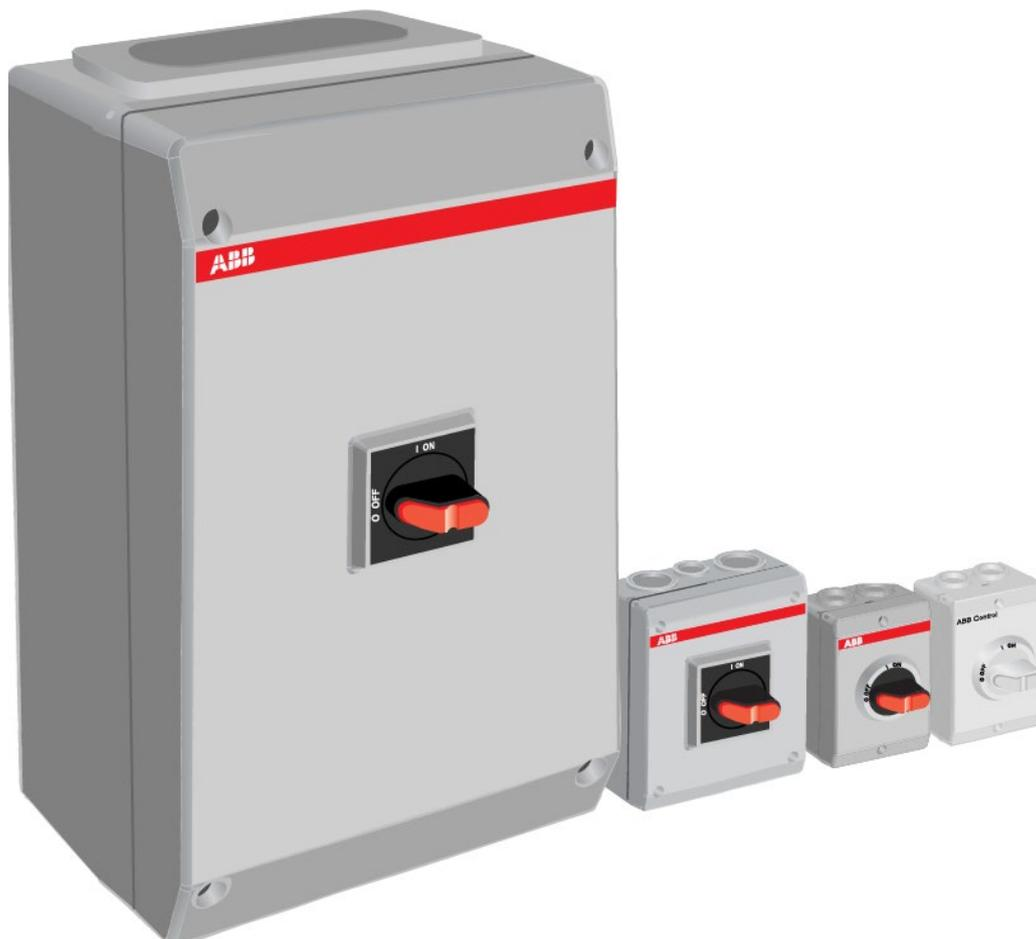

Рис. 12. Типы боксов
**Типы боксов (см. Рис. 12):**